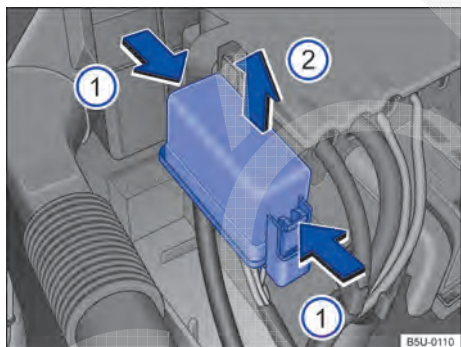

Fig. 141 No compartimento do motor: cobertura da caixa de fusíveis.
- Pressionar as travas no sentido da seta → Fig. 141 ①, para destravar a cobertura da caixa de fusíveis.
- Remover a cobertura por cima, no sentido da seta ②.
- Para a **instalação**, colocar a cobertura sobre a caixa de fusíveis. Pressionar a cobertura para baixo, no sentido contrário da seta ②, até que trave de forma audível.